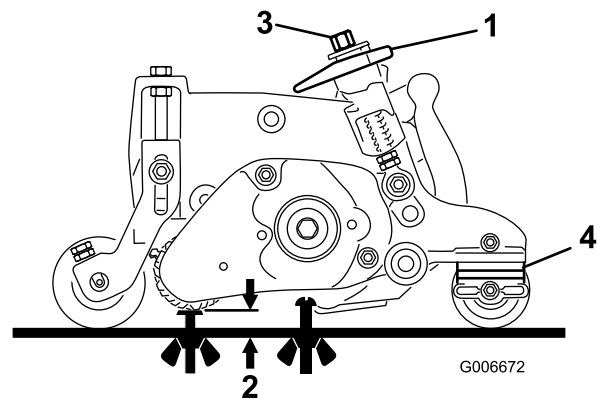

Figure 42
3. Tournez les leviers de levage rapide (Figure 42) à la position engagée (poignée vers l'avant du plateau de coupe). **Reportez-vous au tableau des plages de hauteur de coupe (HDC) et de hauteur de broissage (HDG) recommandées pour régler le gabarit.**
4. À une extrémité du groomer, mesurez la distance entre la pointe de lame la plus basse et la surface de travail (Figure 42). Tournez le bouton de réglage de hauteur (Figure 42) pour élever ou abaisser la pointe de la lame de groomer à la hauteur désirée.